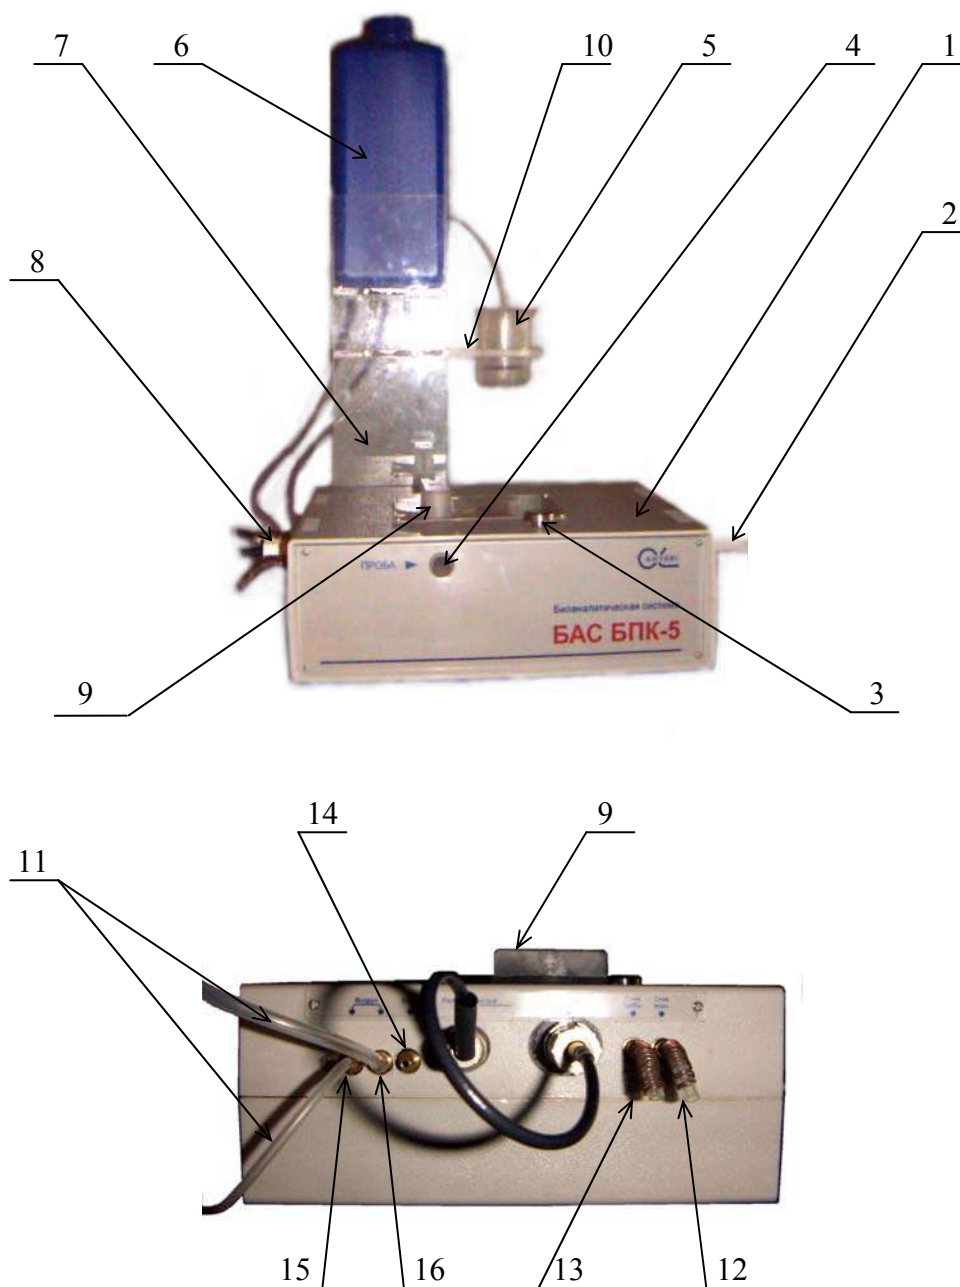
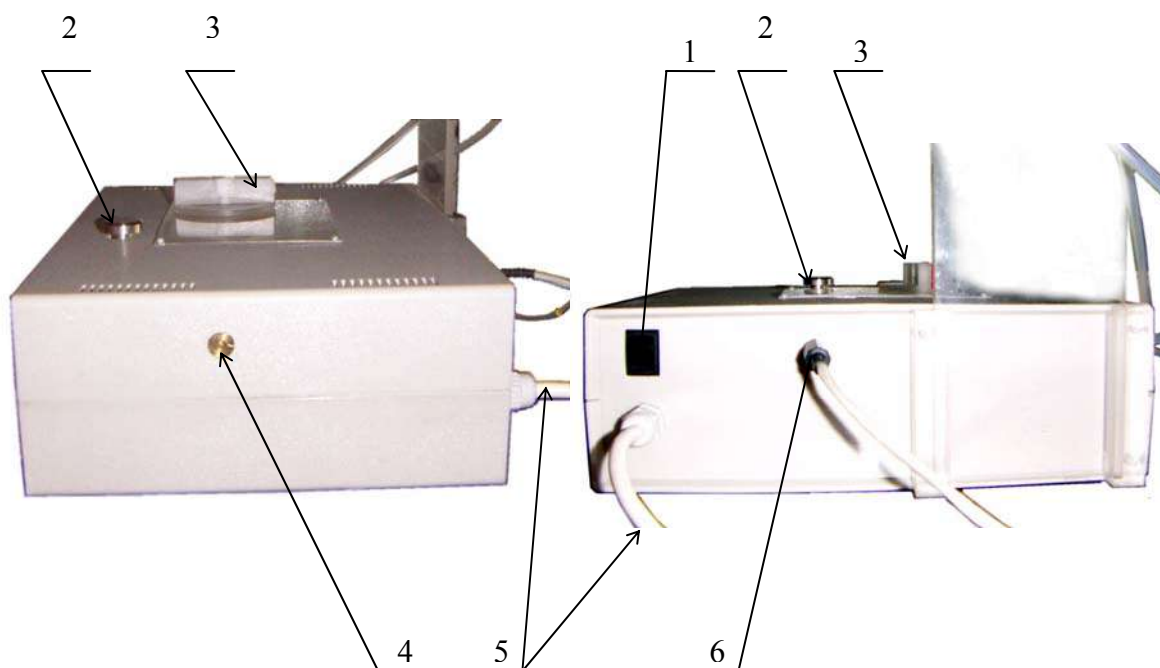
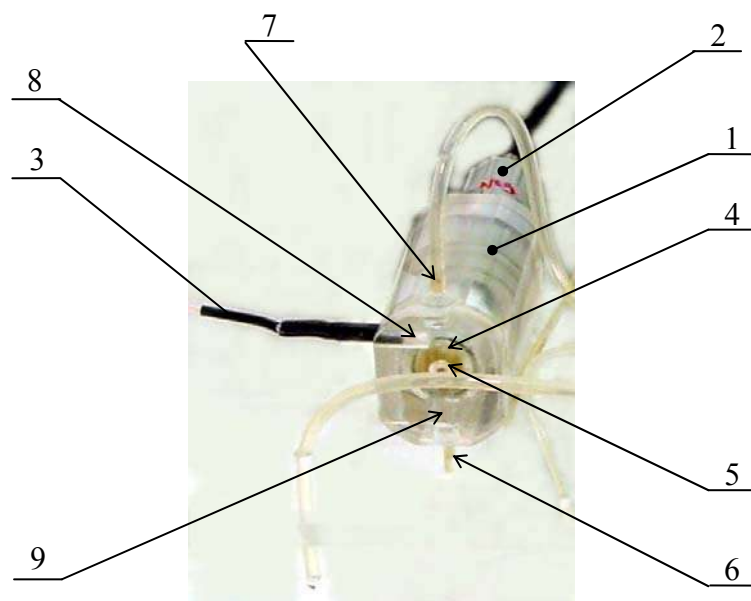
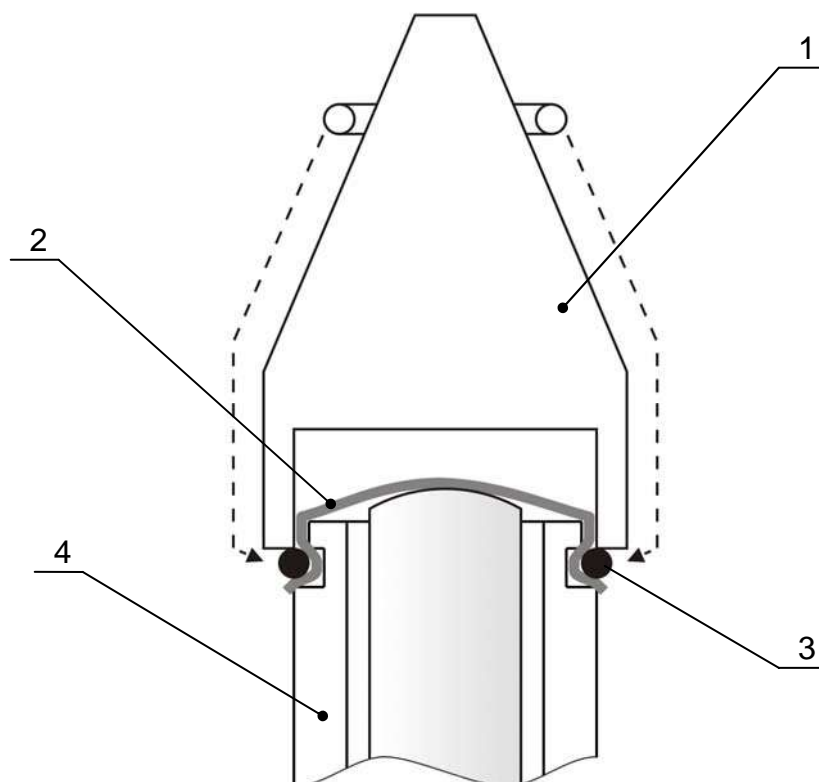

Рис.1 Внешний вид биоаналитической системы «БАС BPK-5».
Рис.2 Элементы управления биоаналитической системы «БАС BPK-5».
Рис.3 Внешний вид измерительной камеры.
Рис.6 Закрепление мембраны, с иммобилизованным на ней биокomпонентом, на чувствительной поверхности $ASrO_2$.
Биоаналитическая система «БАС BPK-5», представленная на рис.1, является проточно-инжекционной и состоит из: корпуса (1), в который интегрированы анализатор кислорода АКПМ, микрокомпрессор и устройство подготовки и ввода пробы; ёмкости с дистиллированной водой (6), установленной на подставке (7); ёмкости для насыщения пробы
При проведении измерений анализируемая проба вытесняется из петли под давлением столба жидкости (дистиллированная вода в ёмкости (6) см.рис.1, насыщенная кислородом воздуха) со скоростью, установленной регулятором расхода жидкости (4) см.рис.2, и проходит через измерительную камеру (рис. 3).
Измерительная камера (рис. 3) состоит из корпуса (1), в котором, с помощью байонетного соединения установлен микробиологический биосенсор (2). На биосенсор одета мембрана с биокомпонентом (4). Уплотнение в соединении биосенсор - измерительная камера осуществляется с помощью тонкого резинового кольца (5). Уплотнительное кольцо жёстко связано с корпусом (1), поэтому, при установке в измерительной камере биосенсора, уплотнение происходит автоматически. Чувствительная часть (катод) биосенсора расположена в основном канале (9) измерительной камеры, по которому протекает анализируемая жидкость. Связь измерительной камеры с коммутатором (9) и «выходным» штуцером (12) (см. рис.1) осуществляется с помощью силиконовых трубок через штуцеры (6) и (7).
С помощью конуса (1) и резинового кольца (3) закрепляют мембрану с иммобилизованным БК (2) на чувствительной поверхности $ASrO_2$ (4), как показано на рис.6. Расправляют гофры на мембране и устанавливают МББ-01 (2) (см. рис.3) в корпусе измерительной камеры (1) (см. рис.3), с помощью байонетного соединения.
Соберите установку, как показано на рис.1 и рис.2:
- Подставку (7) установите в направляющих, расположенных на задней стенке корпуса (1).
- Установите на верхнем кронштейне подставки (7) ёмкость для дистиллированной воды(6).
- Соедините силиконовыми трубками штуцеры расположенные в нижней части ёмкости (6) с соответствующими штуцерами на корпусе (1). «Водный» штуцер расположен в нижней части ёмкости (6) напротив боковой стенки со шкалой, второй штуцер «воздушный». На корпусе штуцеры помечены «вода» и «воздух».
- Установите микробиологический биосенсор МББ-01 (8) в измерительной камере с помощью байонетного соединения. Разъём кабеля соедините с соответствующим разъёмом «сенсор» на корпусе (1).
- Ёмкость для пробы (5) установите на кронштейне (10) подставки (7). Оденьте силиконовую трубку на свободный штуцер «воздух» на корпусе (1). Свободный конец трубки опустите в ёмкость (5).
- Под штуцерами «слив воды» и «слив пробы», расположенными на корпусе (1), установите кювету для жидкости.
- Один конец Data-кабеля соедините с соответствующим разъёмом (6) (см. рис.2), расположенном на задней стенке корпуса (1), другой, с разъёмом последовательного (COM) порта на системном блоке персонального компьютера.
- Вилку кабеля питания (5) (см. рис.2) включите в розетку промышленной сети 220В~50Гц.
- Установить ручку коммутатора (9) в положение «Подготовка».
- Ёмкость (6) (см. рис.1) заполните дистиллированной водой до верхней отметки на шкале.
- С помощью регулятора расхода жидкости (4) (см. рис.2) установите скорость потока 20÷40 капель в минуту.
- С помощью выключателя (1) (см. рис.2) включите питание системы.
Перед проведением градуировки раствор насыщают кислородом воздуха. Для этого свободный конец силиконовой трубки необходимо опустить в ёмкость (5) (см. рис.1) с раствором ГСО.
- С помощью шприца емкостью 20 мл, набирают 10÷15 мл анализируемой пробы и вводят через штуцер (4), расположенный на передней панели корпуса (1) (см. рис.1).
- Устанавливают ручку коммутатора (9) (см. рис.1) в положение «Анализ пробы» и наблюдают на экране монитора сигналы от амперометрического сенсора АСрО₂ и его первой производной.
После анализа просушите петлю нажав, и удерживая в таком положении в течении ~ 10 секунд, кнопку (2) (рис.2).